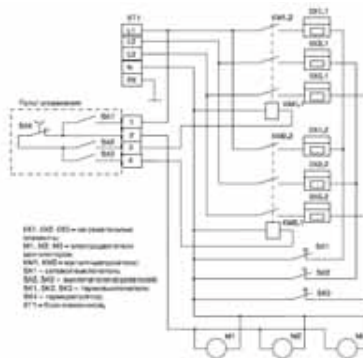

Рис.3 Схема электрическая ТЗС-915
5.4 Электрические схемы завес представлена на рис.2 и рис.3 Приложения.